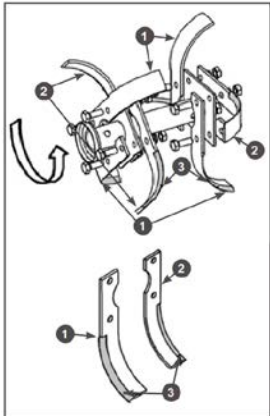

Рис. 7 Сборка правой фрезы
1. Установите ножи фрез на квадратные фланцы осей фрез. Для примера на Рис. 7 показана сборка правой фрезы. В первую очередь на фланец устанавливаются правые ножи 1 (имеющие изгиб в сторону от коробки передач - вправо), затем устанавливаются левые ножи 2 (имеющие изгиб к коробке передач - влево) (Рис. 7).
2. Закрепите ножи на фланце оси с помощью болтов и шайб с гайками (Рис. 7).
Ножи должны быть установлены так, чтобы лезвия 3 ножей врезались в землю при движении мотоблока вперед (Рис. 7).